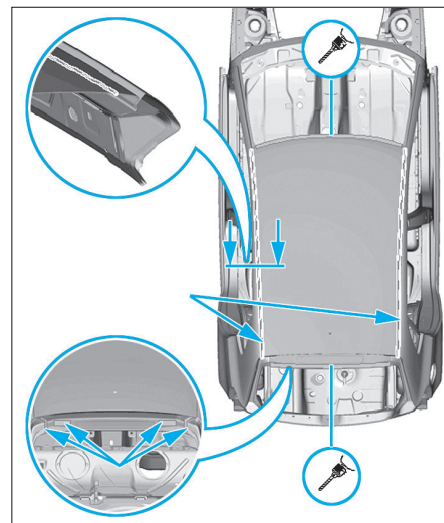

FIG. 79
- Couper et dépointer le pavillon (Fig.79).